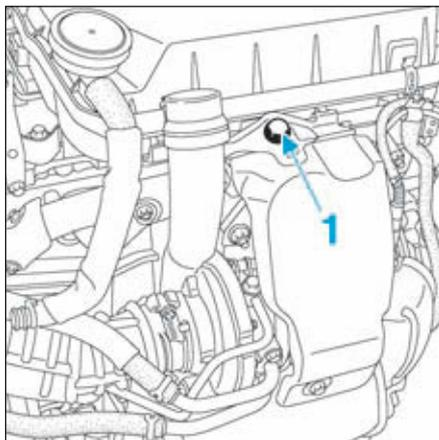

FIG.142
- Déposer la vis (1) de l'écran thermique du turbo-compresseur (Fig.142).